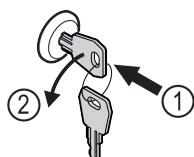

Fig. 181
- Пъхнете ключа. Fig. 181 (1)
- Завъртете го на 90° обратно на часовниковата стрелка. Fig. 181 (2)